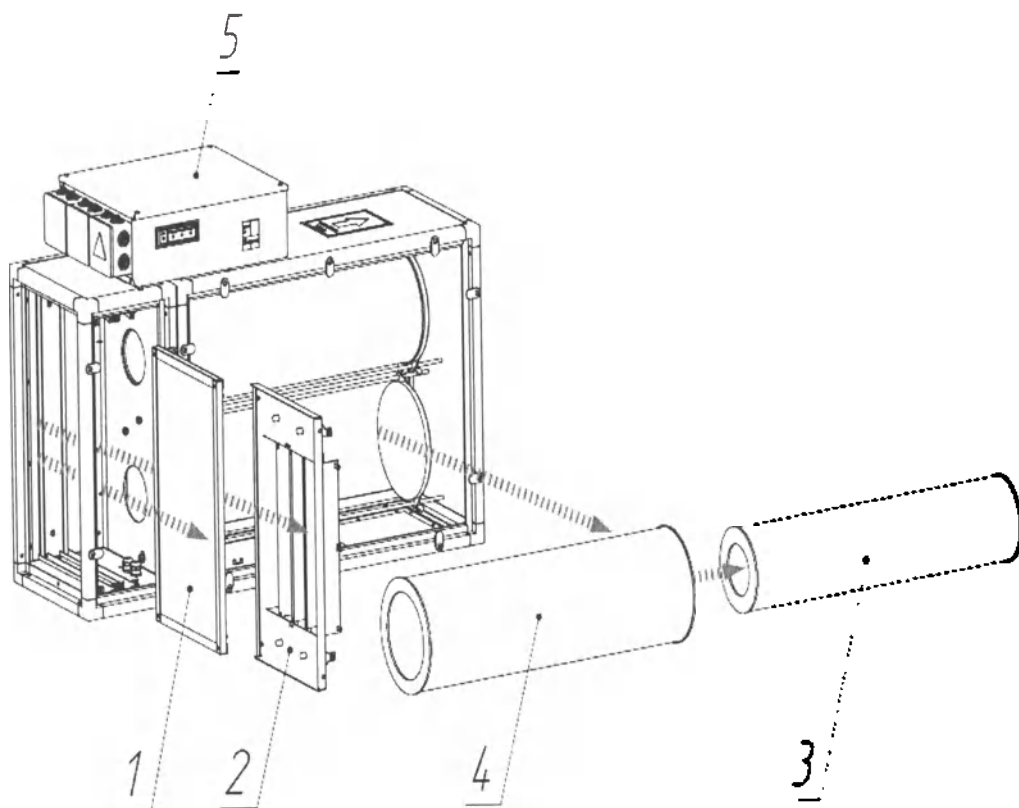

Рисунок 1.5 — Функциональные блоки прибора
1.1.4.1 Прибор пропускает воздух через функциональные блоки (рисунок 1.5, поз.1–4), где происходит очистка воздуха от механических и химических примесей, обеззараживание воздуха, инаktivация микроорганизмов.